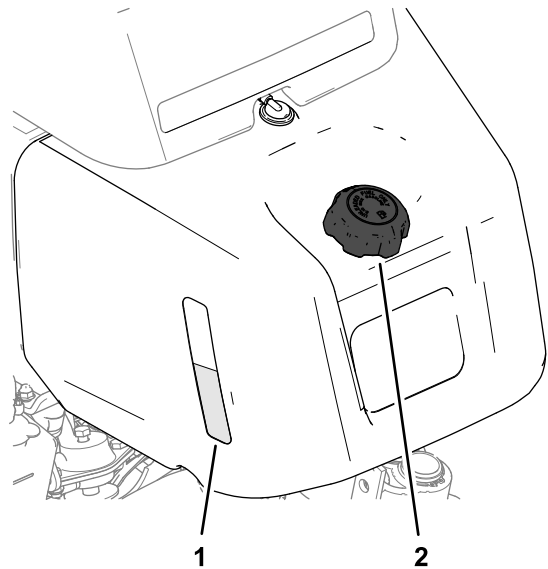
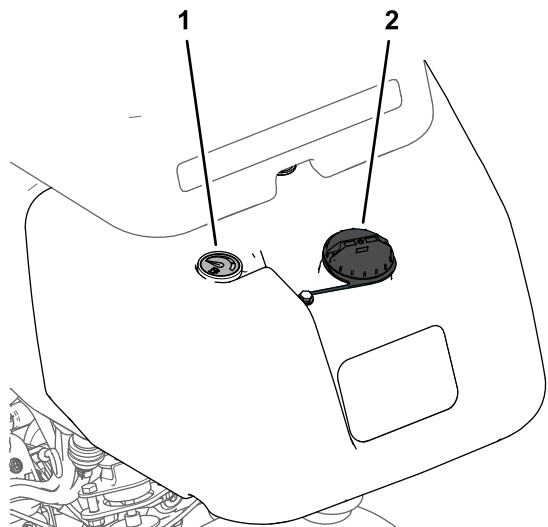

Bild 20
Bild 21
1. Reinigen Sie den Bereich um den Tankdeckel und nehmen Sie den Deckel ab (**Bild 20** oder **Bild 21**).